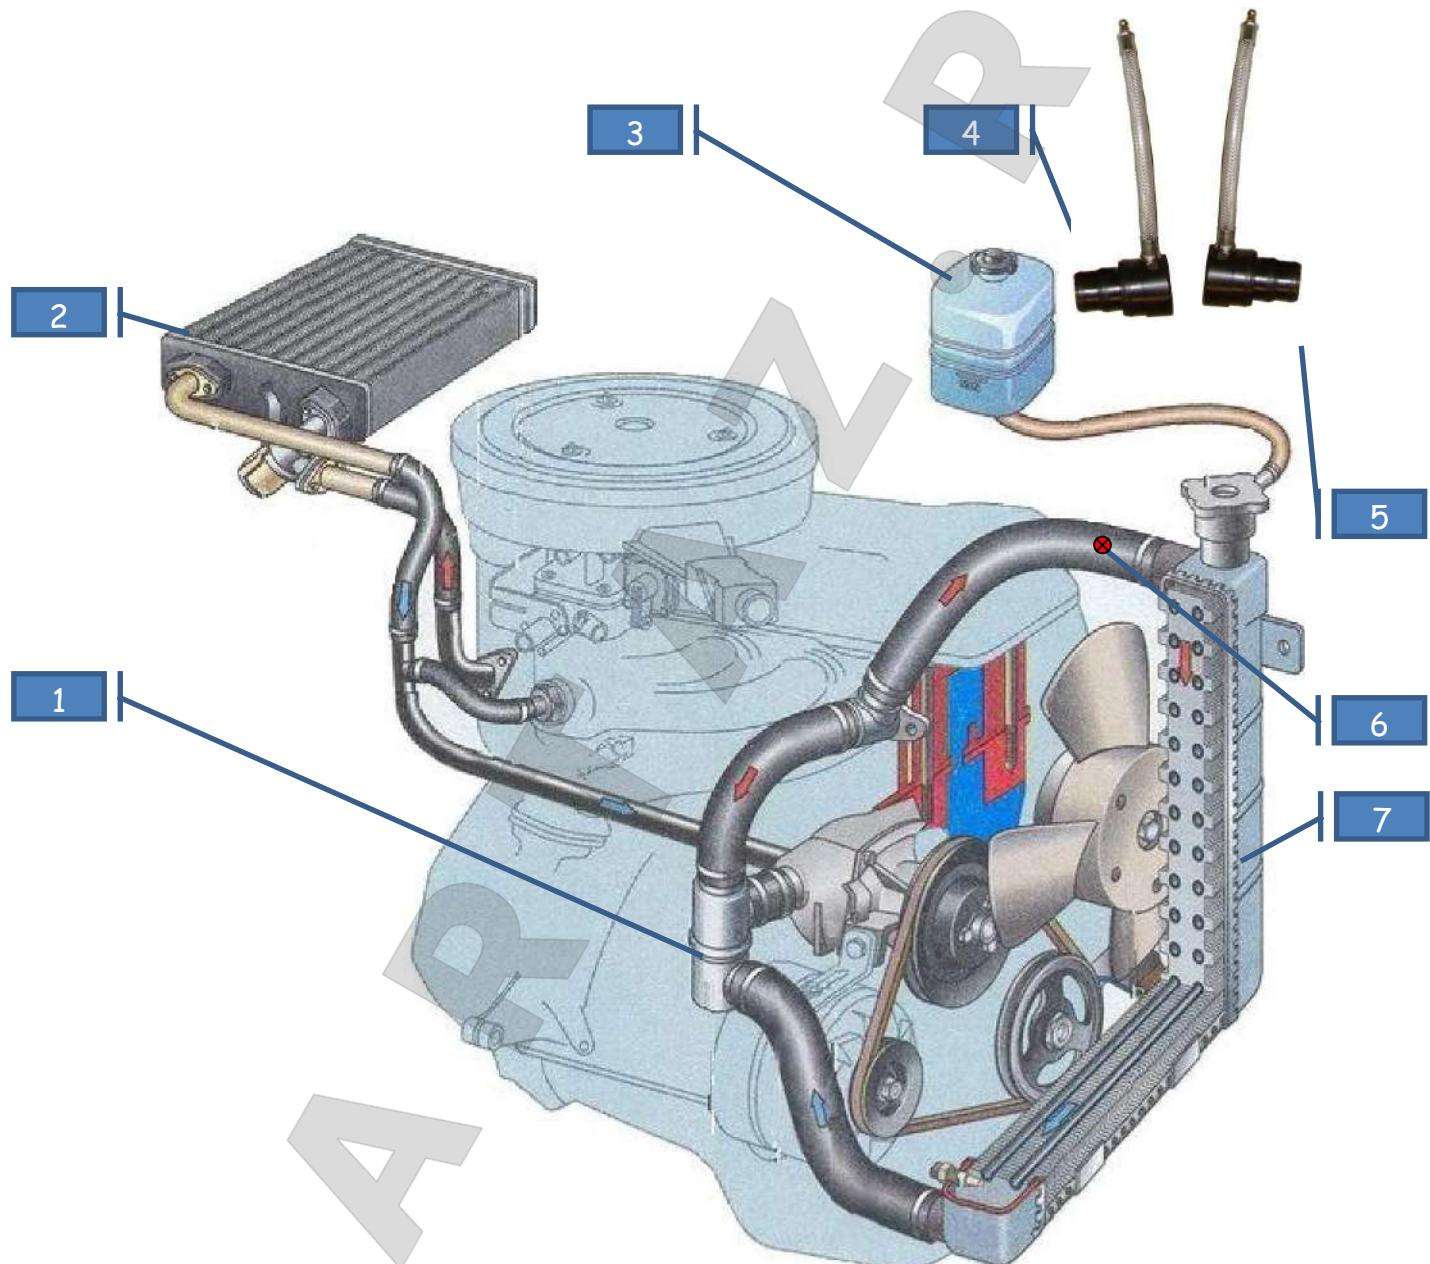

Рис. 5
8. Определить, какой адаптер будет «Подавший», а какой «Обратный» - см. рис. 5.